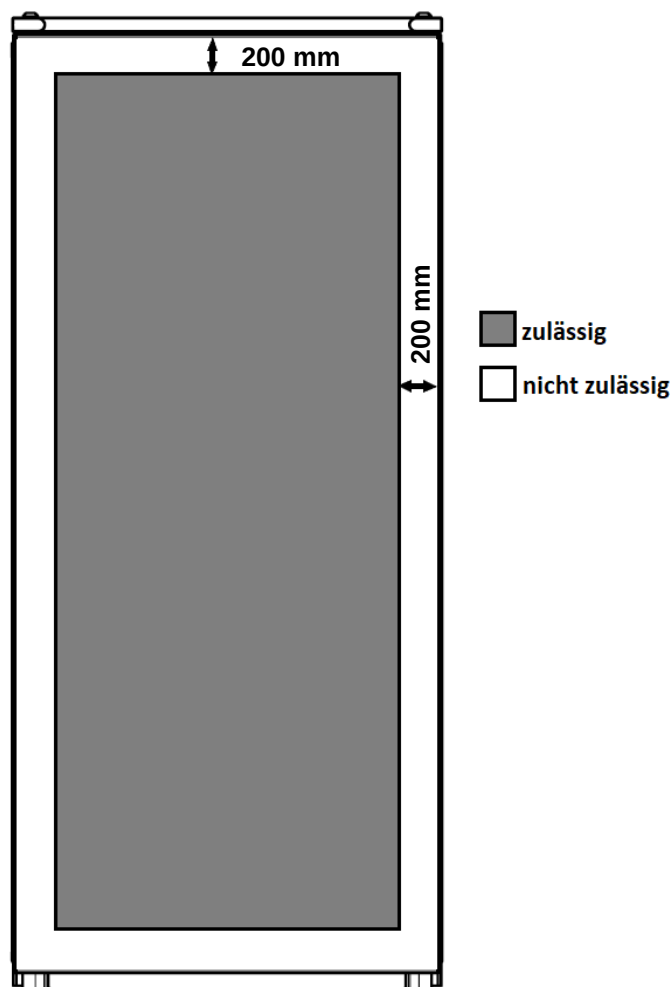

Abbildung 3.1. Der zulässige Bereich (grau) für die Anbringung von Öffnungen in der Rückwand des Schanks.
WICHTIG: Die Rückwand des Schanks ist eine Doppelwand. Hinter der Außenwand befindet sich eine Innenplatte, die die im Schrank verlegten Kabel verdeckt. Um die Kabel von außen durch die Rückwand zu führen, muss sowohl in die Außenwand als auch in die Abdeckplatte ein Loch gebohrt werden. Das Bohren ist nur im mittleren Bereich zulässig, der in Abbildung 3.1 dargestellt ist. Das Bohren an anderen Stellen kann die Beschädigung der im Schrank verlegten Kabel verursachen.
- Für die Montage kann die Abdeckplatte an der Rückwand des Schranks genutzt werden, jedoch darf sie ausschließlich im in Abbildung 3.1 angegebenen Bereich durchbohrt werden.